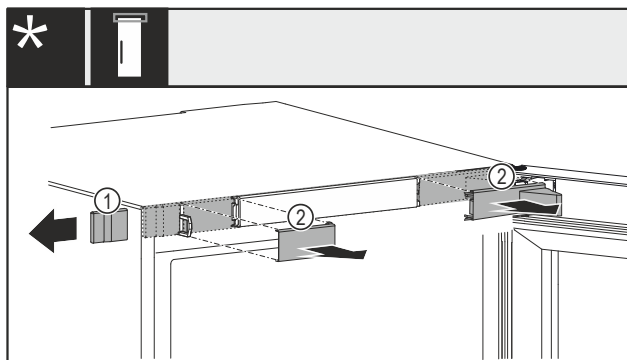

Fig. 14 Cu încuietoare mecanică sau electrică*
- Îndepărtați cu precauție în lateral capacul Fig. 14 (1).*
- Îndepărtați cu precauție spre înainte capacele Fig. 14 (2).*